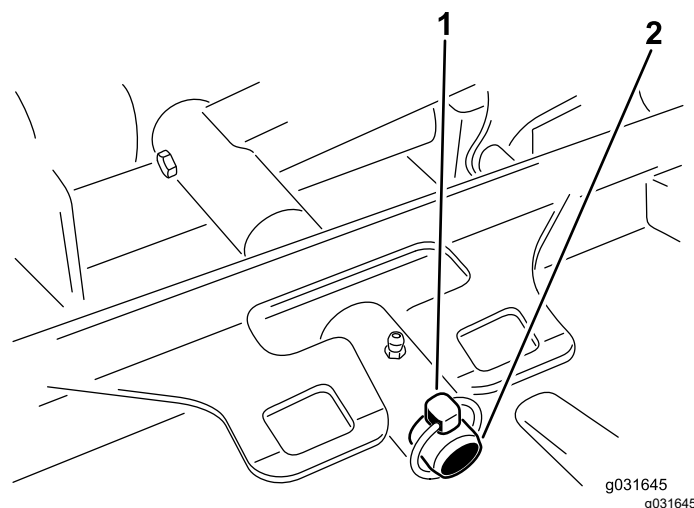

Bild 69
Mähwerkträgerrahmen am Hubarm-Lagerbolzen befestigt ist (Bild 69).
3. Schieben Sie den Mähwerkträgerrahmen auf den Lagerbolzen des Hubarms und befestigen ihn mit dem Klapstecker oder der Befestigungsmutter (Bild 69).